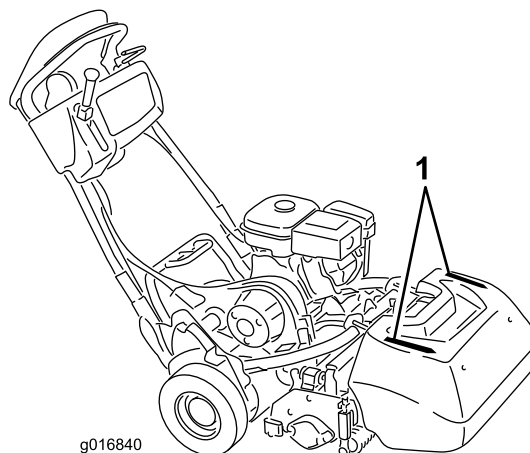

Рисунок 26
- Для сохранения прямолинейного движения по травяному покрытию и поддержки одинаковой дистанции от края предыдущей скошенной полосы, используйте ориентирующие полосы на корзине (Рисунок 26).